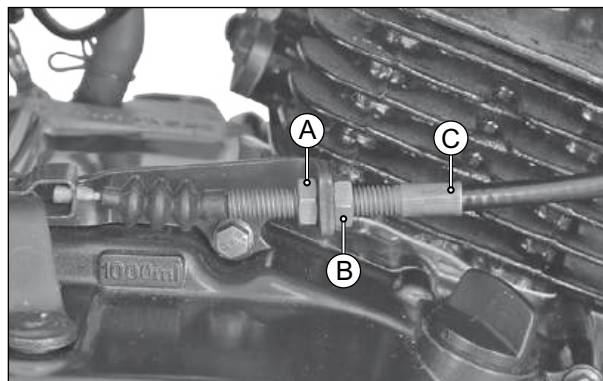

Fig. 2.30
- Caso a folga livre esteja fora do valor especificado, solte a contraporca (A), mantenha fixo o ajustador do cabo (C) e gire a porca de ajuste (B) para dentro ou para fora, até obter a folga especificada. Segure a porca de ajuste na mesma posição e aperte a contraporca. (Fig. 2.30)